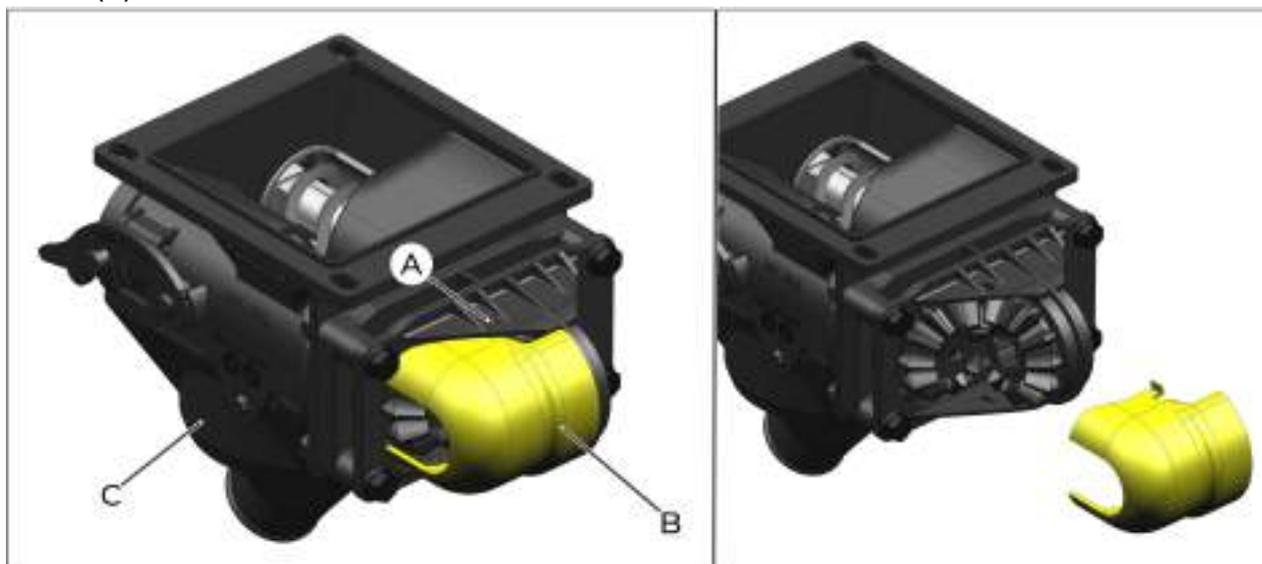

fig. 181
Para realizar a limpeza, manutenção ou substituição dos rolamentos e componentes da transmissão do mancal, pressione o entalhe (A) (fig. 181) da tampa frontal (B), removendo a mesma do dosador (C).